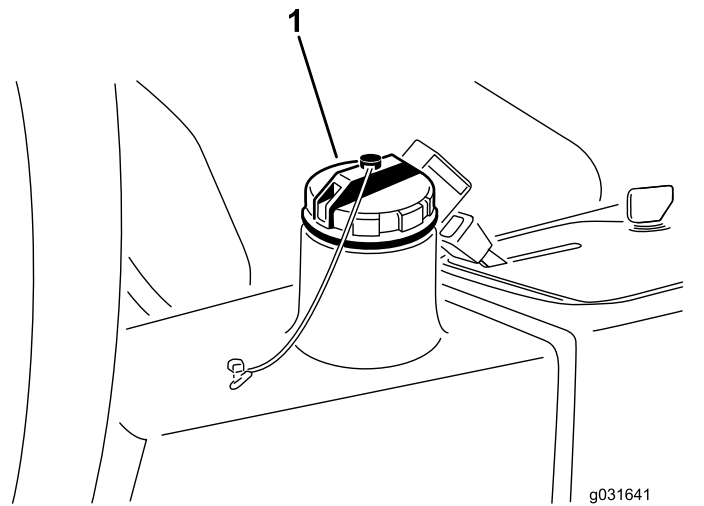

Bild 62
2. Reinigen Sie den Bereich um den Einfüllstutzen und den Deckel des Hydraulikölbehälters (Bild 62).
3. Nehmen Sie den Deckel des Hydraulikbehälters ab (Bild 62).